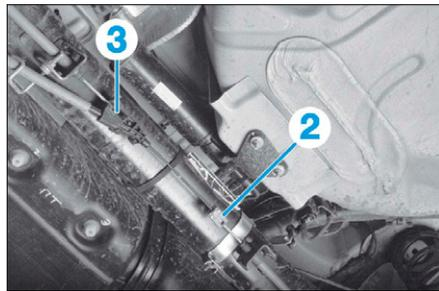

FIG. 74
- Désaccoupler le câble de frein de stationnement de la chape (2) puis de la chape (3) (Fig.74).